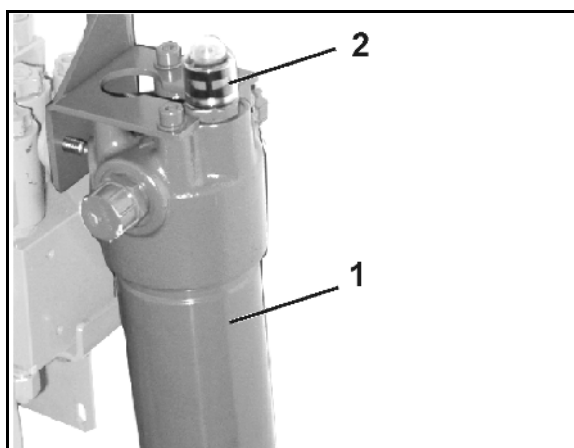

Fig. 97
1. Løsn den koniske smørenippel (Fig. 97/1) i tilslutningsgafflen (Fig. 97/2) på kraftoverføringsakslen – gennem åbningen på undersiden af beskyttelsestragten.
2. Fjern brydebolten (Fig. 97/4) mellem kraftoverføringsakslens gaffelflange (Fig. 97/3) og flangen til gearets indgangsaksel.